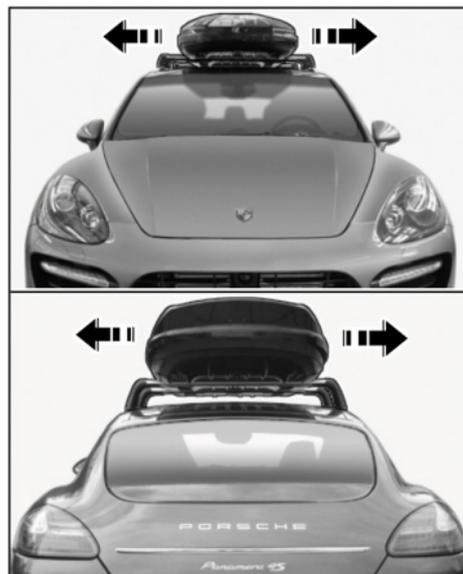

Figura 7
- 4.8.1 Lateralmente, rispetto all'asse longitudinale della vettura (⇒ *Figura 7*):